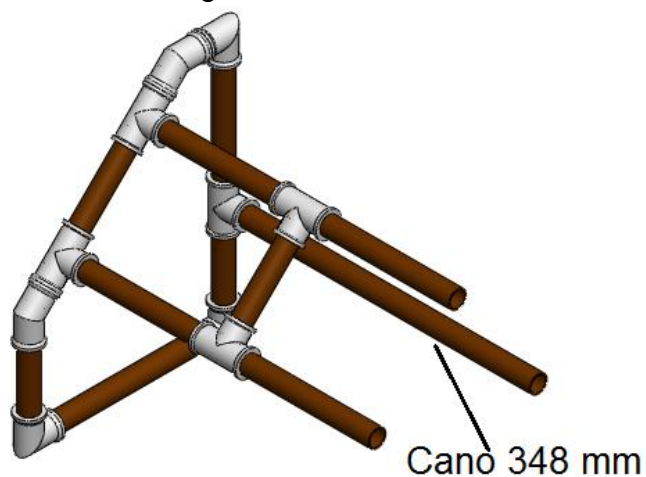

Figura 19. Passo 16 - Esquema de Montagem
-Passo 16: Acrescente o cano de 348 mm ao conjunto feito no passo anterior, como mostrado na figura 19;